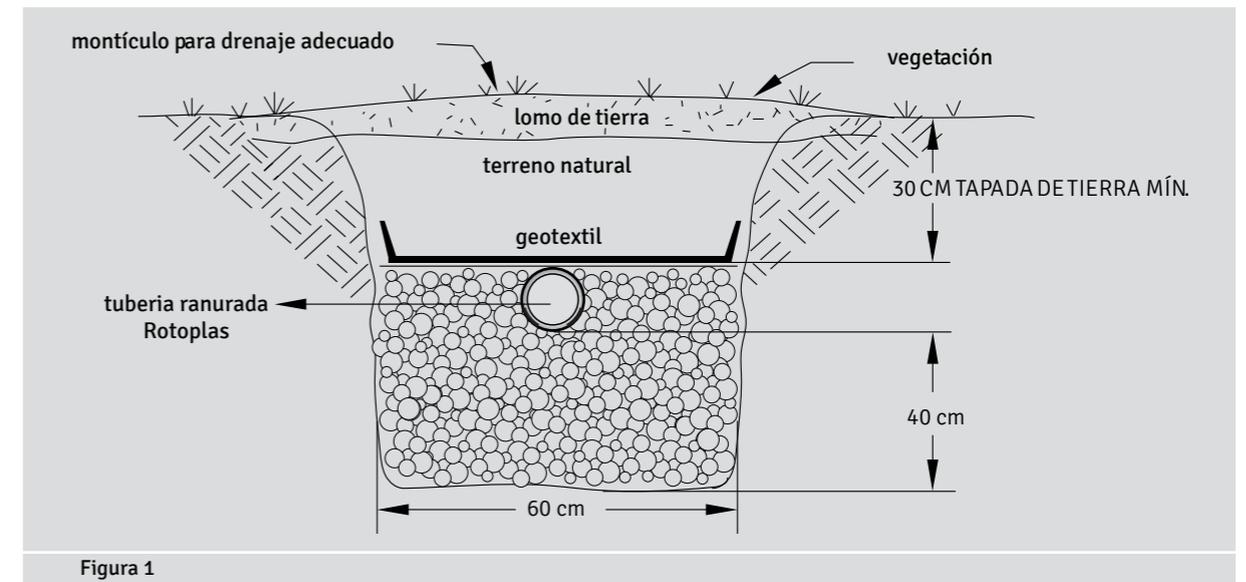

Figura 1
tenga una mayor absorción. (Figura 1)
- D.** Coloque tuberías ranuradas sobre los puntos fijos con las ranuras hacia abajo, luego relleve con piedras hasta el lomo de la tubería. (Figura 1)